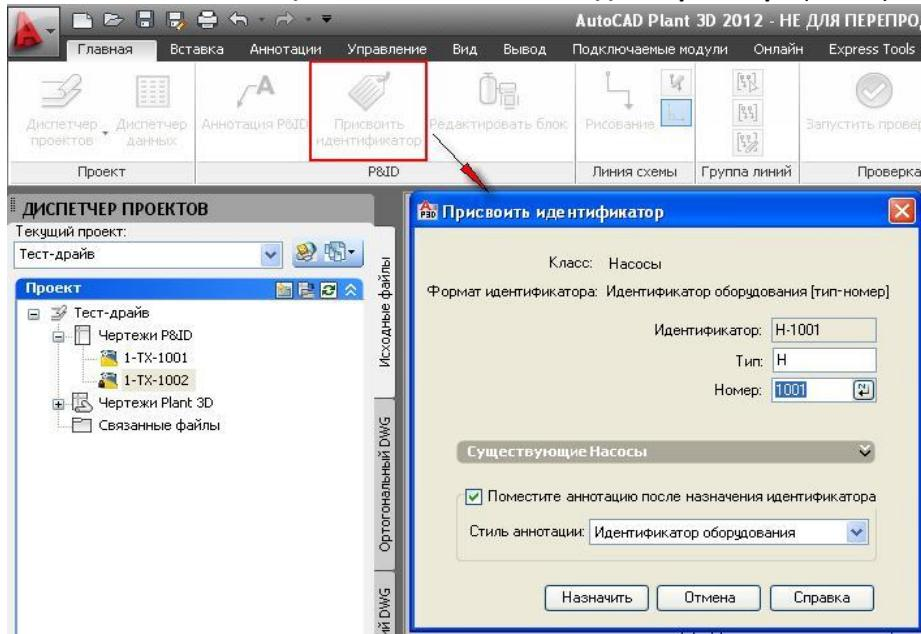

Рис. 9
- С помощью команды **Присвоить идентификатор** присвойте насосам идентификаторы Н-1001 и Н-1002. Для размещения идентификатора на чертеже включите галочку **Поместите аннотацию после назначения идентификатора** (Рис. 9).